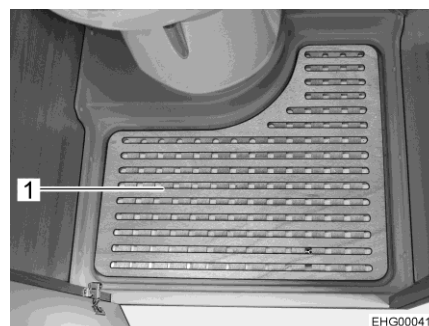

Fig. 110 Plancher amovible
- Retirer le plancher amovible (Fig. 110,1) pour se doucher.